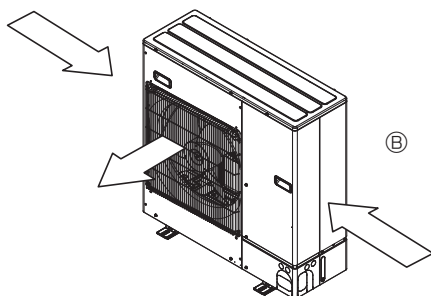

Fig. 2-6
- 3 Εγκαταστήστε τη μονάδα με τρόπο ώστε ο αέρας που βγαίνει από το στόμιο εξαγωγής να φυσά κάτω σε σχέση με την κατεύθυνση του ανέμου, εάν αυτό είναι δυνατό. (Fig. 2-6)